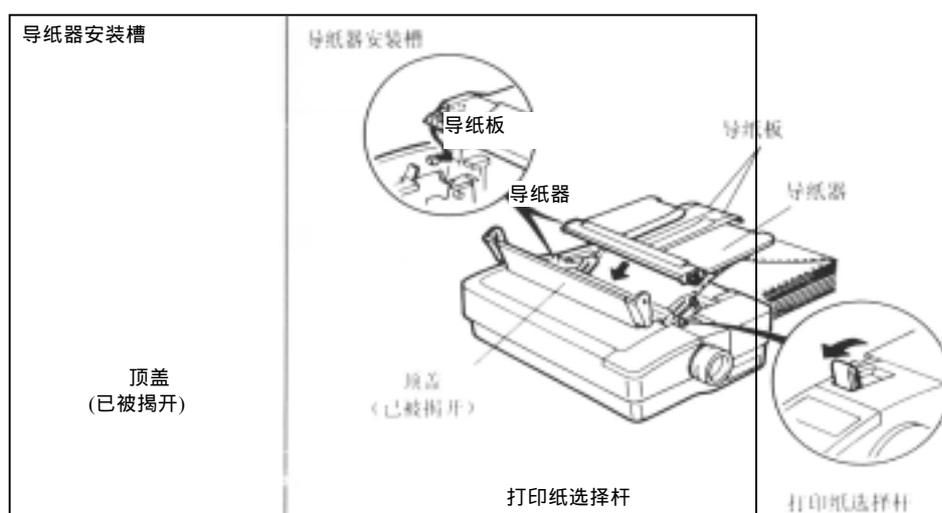

图 3-7 安装导纸器
6. 在进纸位置和出纸位置的分隔点（中间）安装导纸器，见图 3-7。安装导纸器时，应将打印机外壳上指向内部的两柱位滑入导纸器下角两侧的“L”型通道里，然后把导纸器往后倾斜。同时，把导纸器稍微往前移动。正确安装后，导纸器应与拖纸器位置平行。